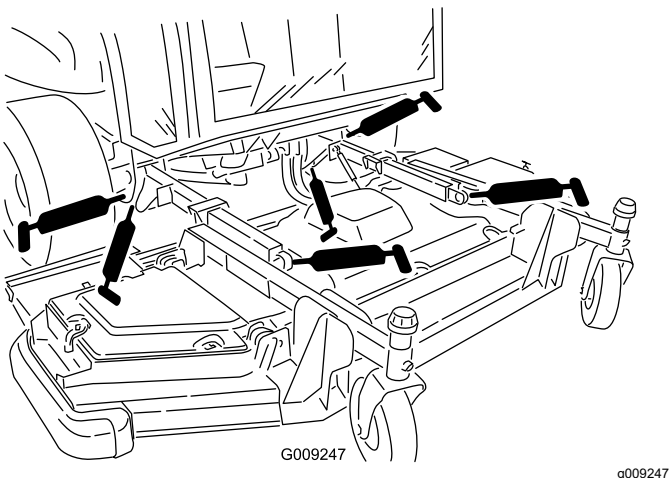

Figure 84
- 2 bagues de bras de levage (Figure 84)
- 2 rotules de bras de levage (Figure 84)
- 2 pivots de vérins de levage de plateau avant (Figure 84)